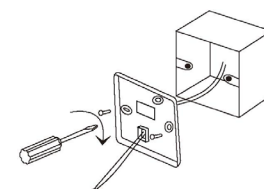

Fig.2
3. Como mostrado na Fig.2, fixar os parafusos de 4 * 20mm fornecidos juntamente com a tampa traseira da caixa, depois passar os fios de chumbo através da tampa traseira.